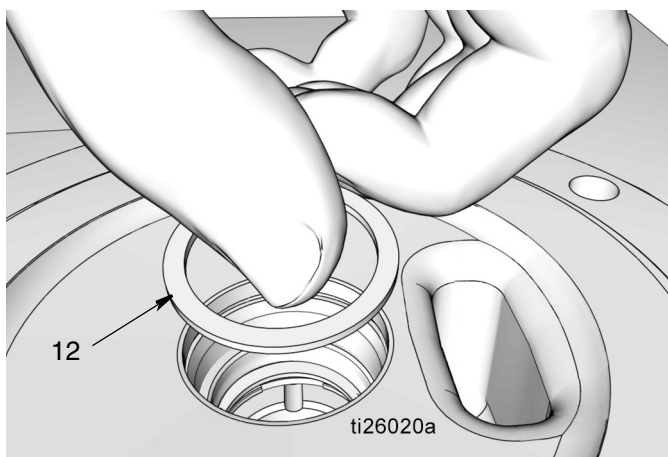

FIG. 38
- g. Installare il distanziale (12) (FIG. 38).